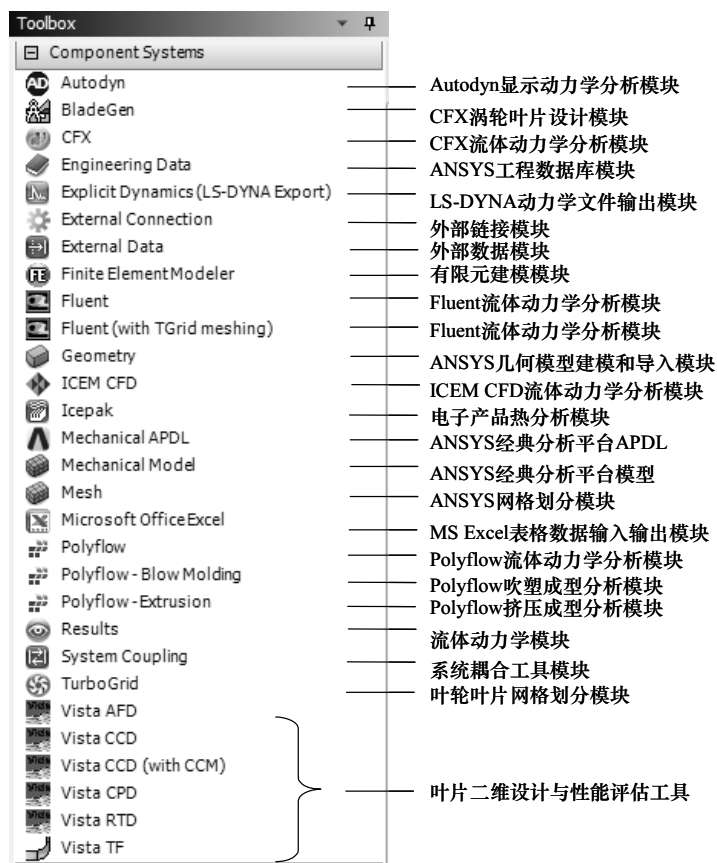

图 1-19 Component Systems (组件系统)
(2) Component Systems (组件系统) Component Systems (组件系统) 用于用户自定义各种领域的几何建模工具和不同分析系统扩展, 如图 1-19 所示。